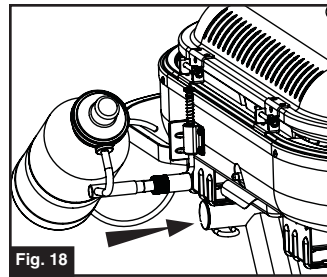

Fig. 18
- Enrosque el regulador en la parrilla apretándolo con la mano. (Fig. 18)